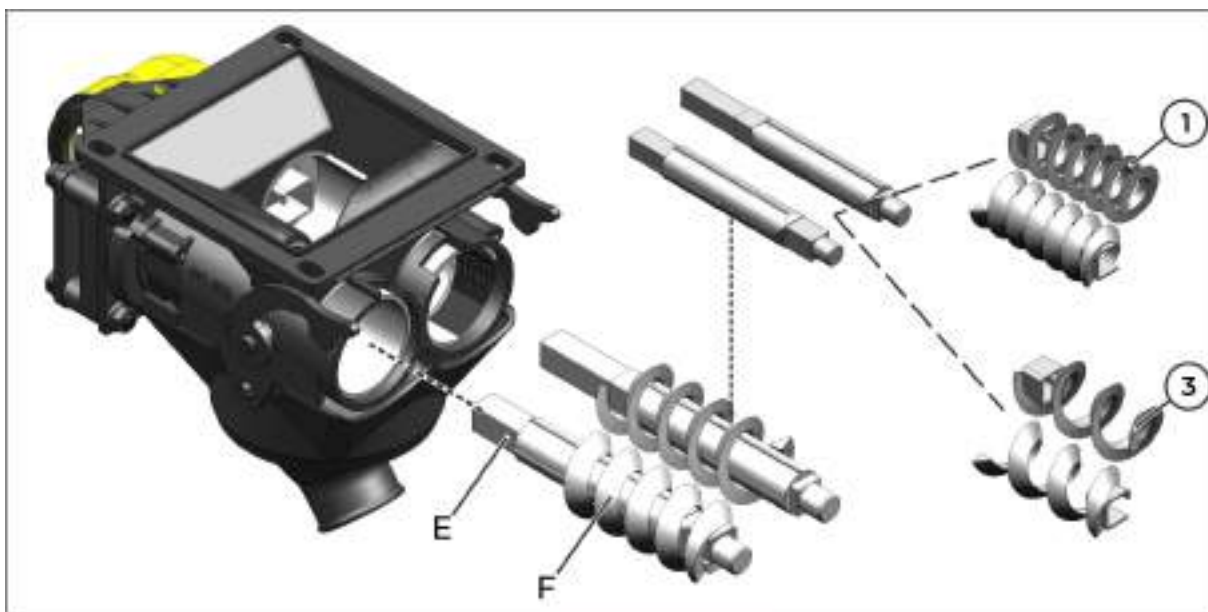

fig. 178
Retire o eixo (E) (fig. 178) e o sem fim (F) (fig. 178) do dosador.